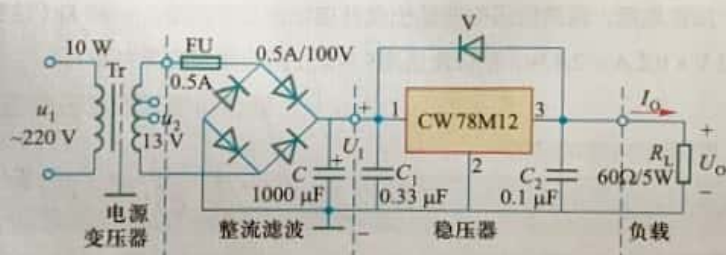

图 7.4.3
固定输出集成稳压电源电路如图7.4.3所示, 它由变压器、整流、滤波、稳压电路等组成。该电路输入交流电压为 $220\text{ V} \pm 10\%$ 、 50 Hz , 输出直流电压为 12 V , 输出直流电流为 $0 \sim 200\text{ mA}$ 。
- (1) 按图7.4.3配齐所需材料。
- (2) 元器件外观检查。凡元器件外观有破裂、变形、烧坏痕迹以及引脚松动等均需调换。
(3) 用万用表高电阻挡测量变压器一次和二次绕组之间、绕组与铁芯之间、绕组与接地屏蔽层之间的电阻均应趋于无穷大。
(4) 整流桥检测。用万用表 $R \times 1 \text{ k}$ 挡, 测量整流桥交流输入端引脚a和b之间的正反向电阻均趋于无穷大。将万用表红表笔与直流输出端正极引脚c相接, 黑表笔分别与引脚a和b相接, 测得电阻均为很小; 再将黑表笔与直流输出端负极引脚d相接, 红表笔分别与引脚a和b相接, 测得电阻均为很大, 则可判断该整流桥是好的。
(5) 电解电容器检测。万用表置于 $R \times 1 \text{ k}$ 挡, 将黑表笔接电容器的正极, 红表笔接电容器的负极, 如指针先快速偏转后再慢慢回到零, 则电容器是好的。若指针偏转后不回到零而指在某一较小阻值时, 则说明该电容器漏电较大, 不可使用。